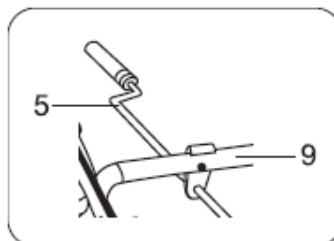

Рис.6
- Расположите выпускной желоб (17) таким образом, чтобы дефлектор (18) был обращен вперед. Установите ручку (5) в держатель на средней стойке рукоятки (9), ручка должна быть расположена прямо, а ее захват обращен вверх (Рис. 6).